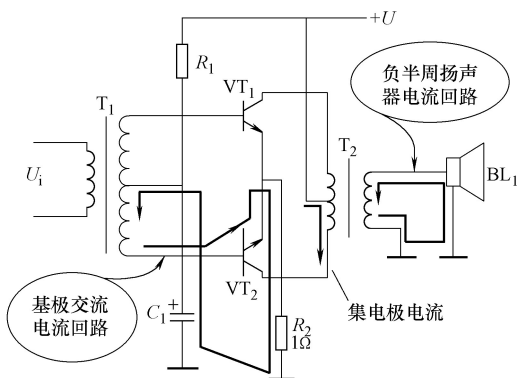

图 11-125  $VT_2$  管导通放大时信号电流回路示意图
6)  $VT_2$  管导通放大过程分析。如图 11-125 所示是  $VT_2$  管导通放大时信号电流回路示意图，正半周信号电流在  $VT_2$  管基极回路流过，这时  $VT_2$  管集电极电流流过输出变压器抽头以下一次线圈，在  $T_2$  二次回路输出信号电流，这一电流流过扬声器  $BL_1$ ，使  $BL_1$  发声。